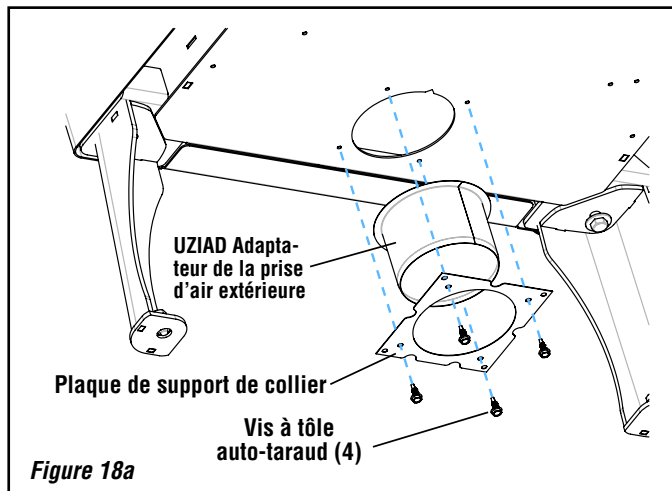

Figure 18a
**Col avec support de col :** Centrer le collier de 4 po de diamètre sur l'orifice d'admission d'air, puis le fixer avec le support de collier à l'aide des quatre (4) vis Tek de 5/8 po fournies, en alignant la plaque sur les trous de capture de l'unité. Dans certains cas, les trous de capture ne sont pas percés; dans ce cas, utiliser les vis Tek pour commencer les trous directement (*figure 18a*).